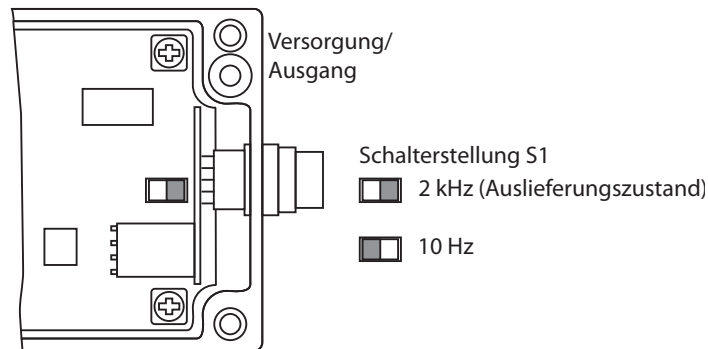

Abb. 10 Systemgrenzfrequenz
- ➡ Schieben Sie bei geöffnetem Controller den Schalter S1 nach links, siehe Abb. 10.